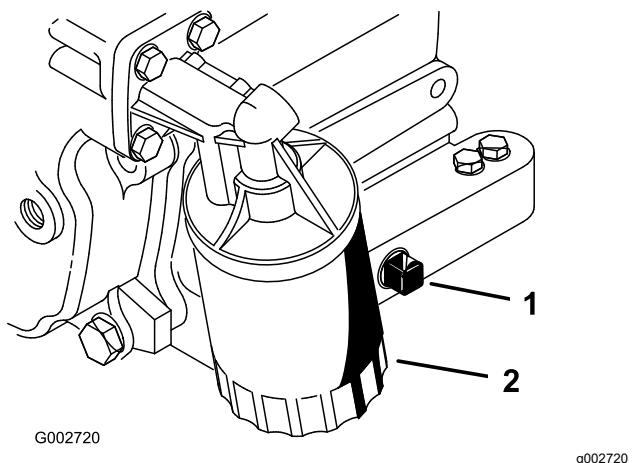

Bild 27
2. Entfernen Sie die Ablassschraube (Bild 27) und lassen Sie das Öl in die Auffangwanne ab. Schrauben Sie die Ablassschraube wieder ein, nachdem das Öl abgelaufen ist.
3. Entfernen Sie den Ölfilter (Bild 27).